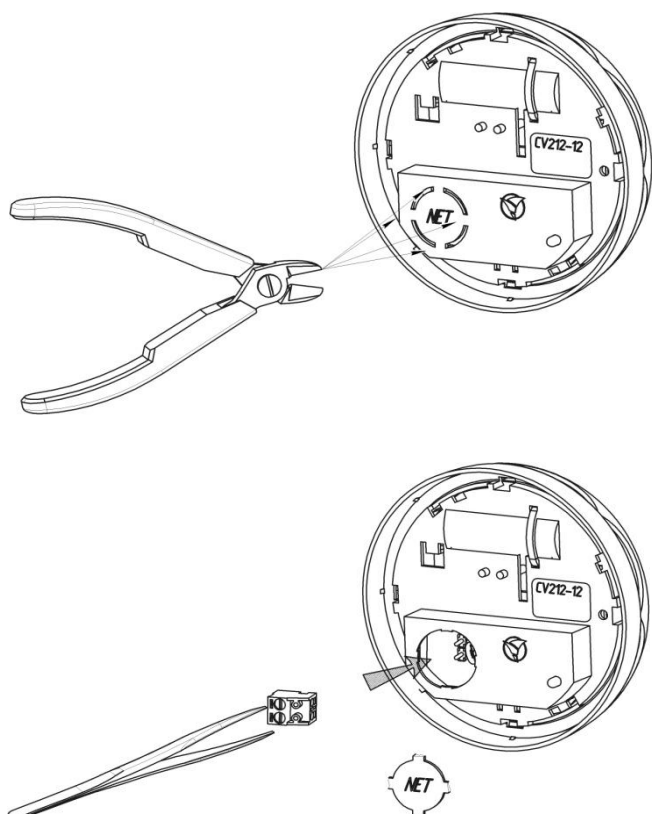

Рис.8. Извлечение заслонки и установка клеммника (разъема) в сигнализатор
7.3 Для объединения сигнализаторов в группу необходимо извлечь заслонку на корпусе сигнализатора, вставить клеммник (прилагается в комплекте) в контактные штыри платы сигнализатора подключив, соблюдая полярность, двухпроводный шлейф к данному разъему сигнализатора (смотреть рис.8):